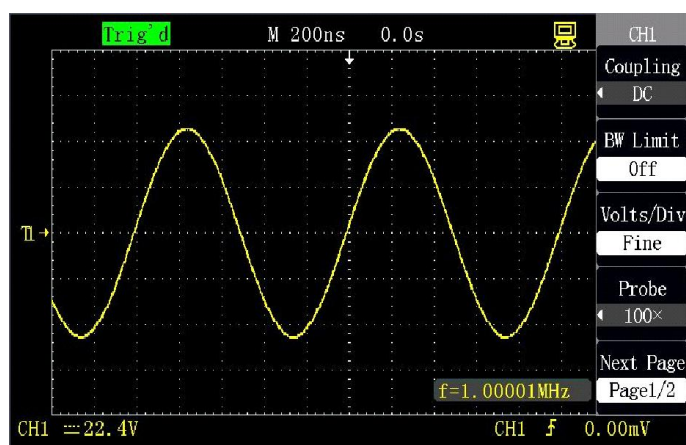

Figura 2-13 Sonda 100X
1. Pressione [CH1→] "Probe→" "100X", como mostrado na figura 2-13: